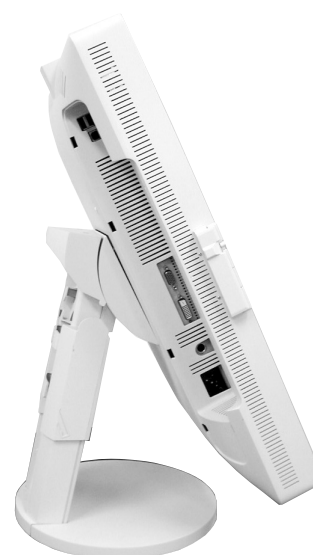

Rysunek C.2
4. Chwyć monitor za boki i pochyl ekran ciekłokrystaliczny pod kątem 30 stopni, a następnie ustaw go w najwyższej pozycji (**Rysunek C.2**).